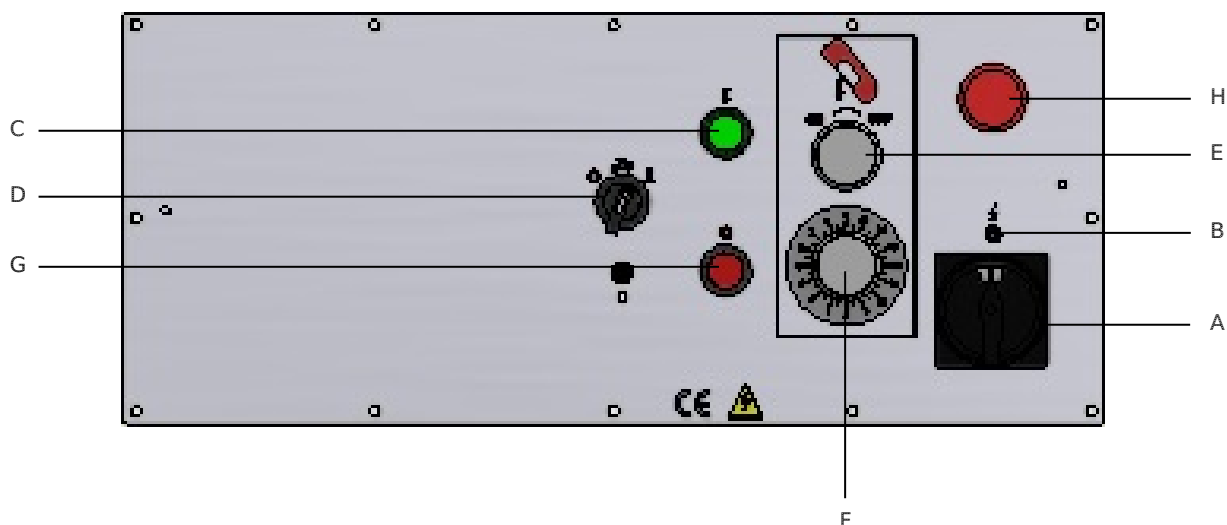

Figure 2
1. Relever l'archet (31 fig.1) et bloquer sa descente à l'aide de la molette (E fig.2).